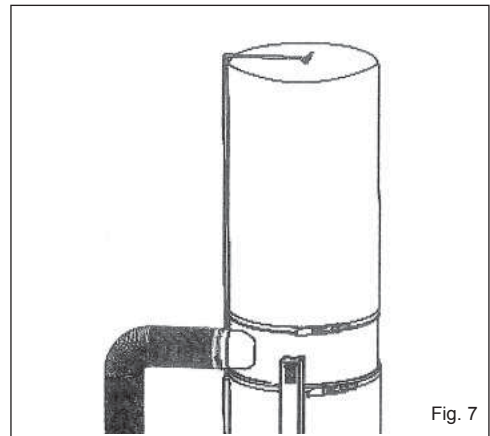

Fig. 7
6. Passer le collier de fermeture dans l'ourlet du sac supérieur à poussière doté d'un dispositif qui permet de le fixer au crochet. Suspendre le sac au crochet. Placer l'extrémité ouverte du sac filtrant sur l'ourlet du tambour. Une fois le filtre placé, ajuster le collier de fermeture de sorte que le tendeur soit positionné dans les dents du système de fermeture. Appuyer sur la poignée du tendeur afin de bloquer le sac en position. S'assurer que le collier de fermeture se situe dans la gorge du collecteur avant de bloquer le tendeur. Positionner le sac inférieur de la même façon que pour le sac supérieur, mais du côté inférieur du collecteur sans le suspendre (Fig. 7).